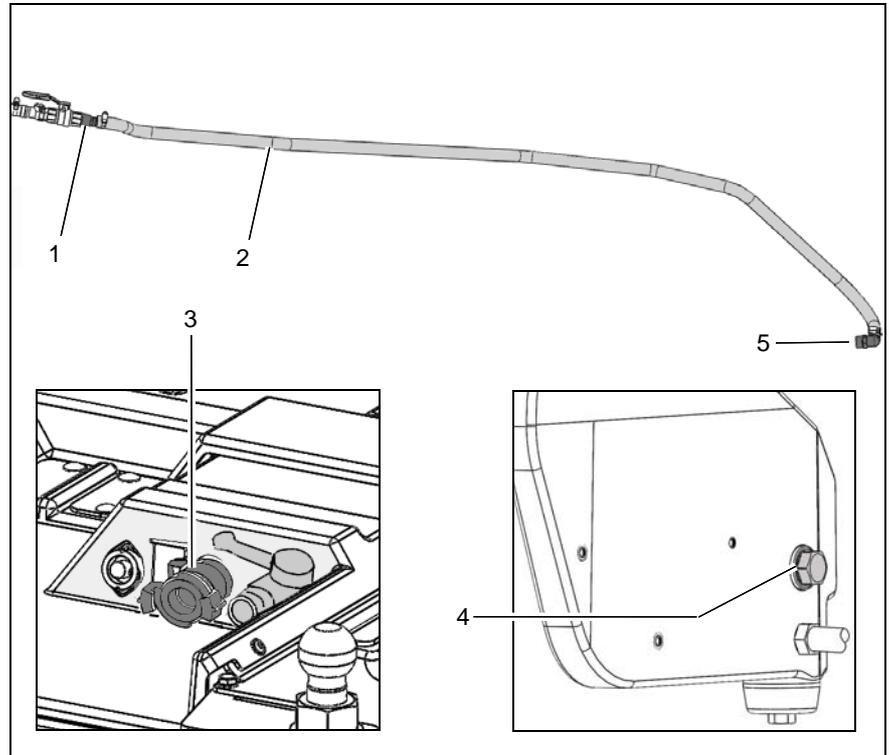

Abb.5
1. Den Frischwasserschlauch (Abb. 5/2) auf dem Einschraubstutzen (Abb. 5/1) montieren und mit Schlauchschelle sichern.
2. Den Frischwasserschlauch entlang des Umlaufwasserschlauches (Abb. 5/3) verlegen.
3. Die Verschlusschraube (Abb. 5/4) des Frischwassertanks (rechter Vorderreifen) abnehmen und den Einschraubstutzen (Abb. 5/5) montieren.
4. Den Frischwasserschlauch auf dem Einschraubstutzen (Abb. 5/5) montieren und mit Schlauchschelle sichern.